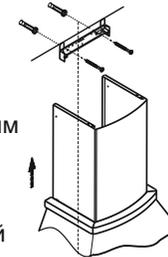

РИС. 6
- сделайте отметку по верхнему краю фальштрубы и проведите горизонтальную линию рис.6 (фальштрубу опустите внутрь зонта);
- приложите кронштейн к стене, как показано на рис. 6. Осевая линия кронштейна должна совпадать с осевой линией зонта, а верхний край с ранее проведенной горизонтальной линией;